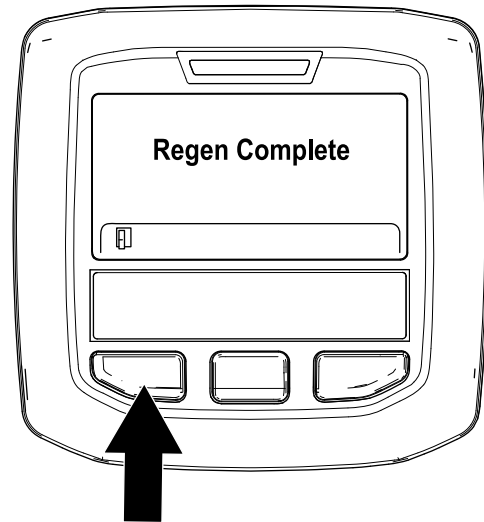

Figura 40
- La rigenerazione parcheggiata è completa quando nell'InfoCenter appare il messaggio "Rigen. completa". Premete il pulsante sinistro per uscire e tornare alla schermata Home (Figura 40).